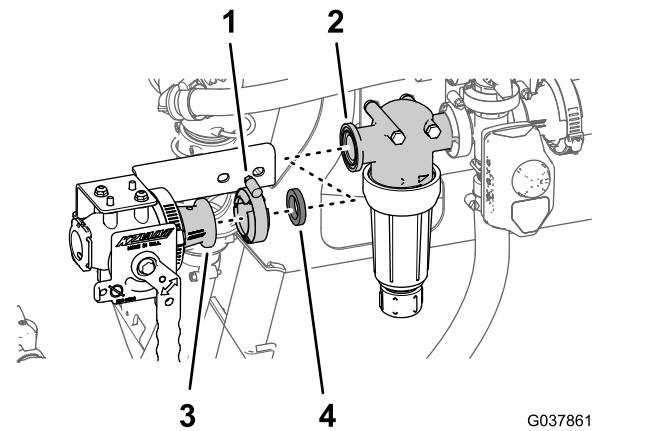

Figura 63
4. Alinhe a flange da válvula de corte do misturador e a junta de 25 x 35 mm com a flange da cabeça do filtro (Figura 63).
6. Monte a válvula de corte do misturador na cabeça do filtro (Figura 63) com uma braçadeira flangeada de 40 a 64 mm.